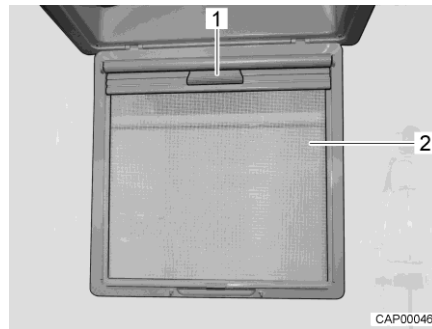

Fig. 49 Store occultant
- Rabattre la moustiquaire (Fig. 49,2) vers le bas.
- Tirer le store occultant vers le bas par la poignée (Fig. 49,1) jusqu'à ce qu'il s'enclenche du côté opposé.
- Désenclencher le store occultant par la poignée (Fig. 49,1) et le faire remonter lentement dans sa position initiale.
- Faire basculer la moustiquaire (Fig. 49,2) vers le haut jusqu'à ce qu'elle s'enclenche.